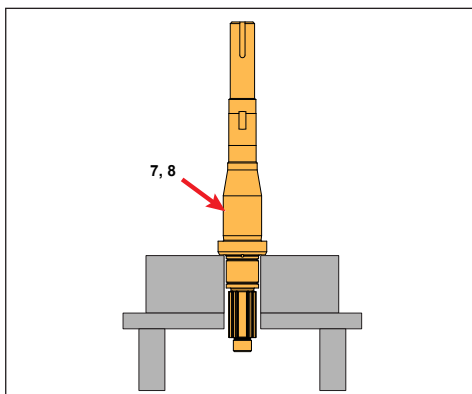

Abbildung 77 - Schmieren der Welle
- Schmieren Sie den vorderen Lagerbereich der Welle (Abbildung 77, Pos. 7, 8) mit Öl oder Fett. Setzen Sie sie aufrecht in eine Hydraulikpresse, das benetzte Ende zeigt nach unten.